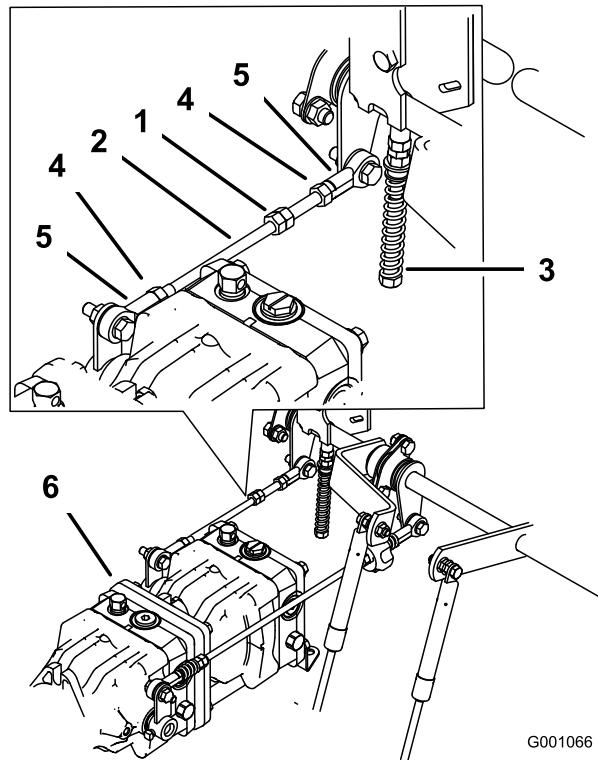

Figure 79
6. Serrez les contre-écrous contre les rotules (Figure 79).
1. Desserrez les contre-écrous sur les rotules de la tige de commande de la pompe (Figure 79).
3. Réglez la longueur de la tige de pompe en tournant les doubles écrous dans le sens voulu, jusqu'à ce que la roue soit immobilisée ou tourne légèrement en marche arrière (Figure 79).